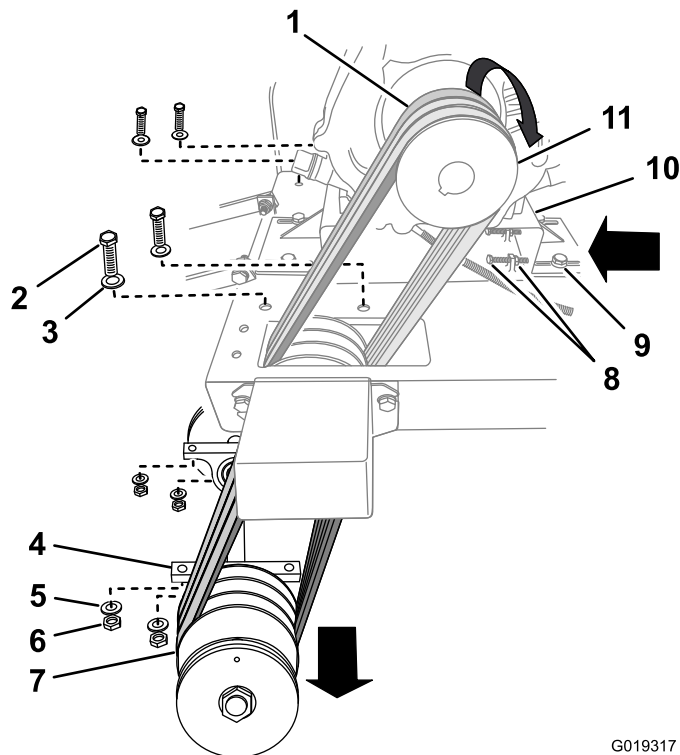

Figura 56
- A. Sujetando el eje del disco, retire los pernos, las arandelas y las tuercas que sujetan los cojinetes del eje a la cara inferior de la base de la máquina (Figura 56).
- B. Coloque las correas sobre la polea del eje de transmisión (Figura 56).
- C. Retire el eje y las correas de la base de la máquina (Figura 56).
- A. Alinee las correas nuevas (o una combinación de correas nuevas y reutilizables) sobre la polea del eje del disco de corte (Figura 56).
- B. Desde debajo de la base de la máquina, pase las correas por el hueco de la polea del eje del disco y alinee los cojinetes del eje del disco con los taladros de montaje de la base (Figura 56).
- D. Coloque las correas sobre la polea del eje de transmisión (Figura 56).